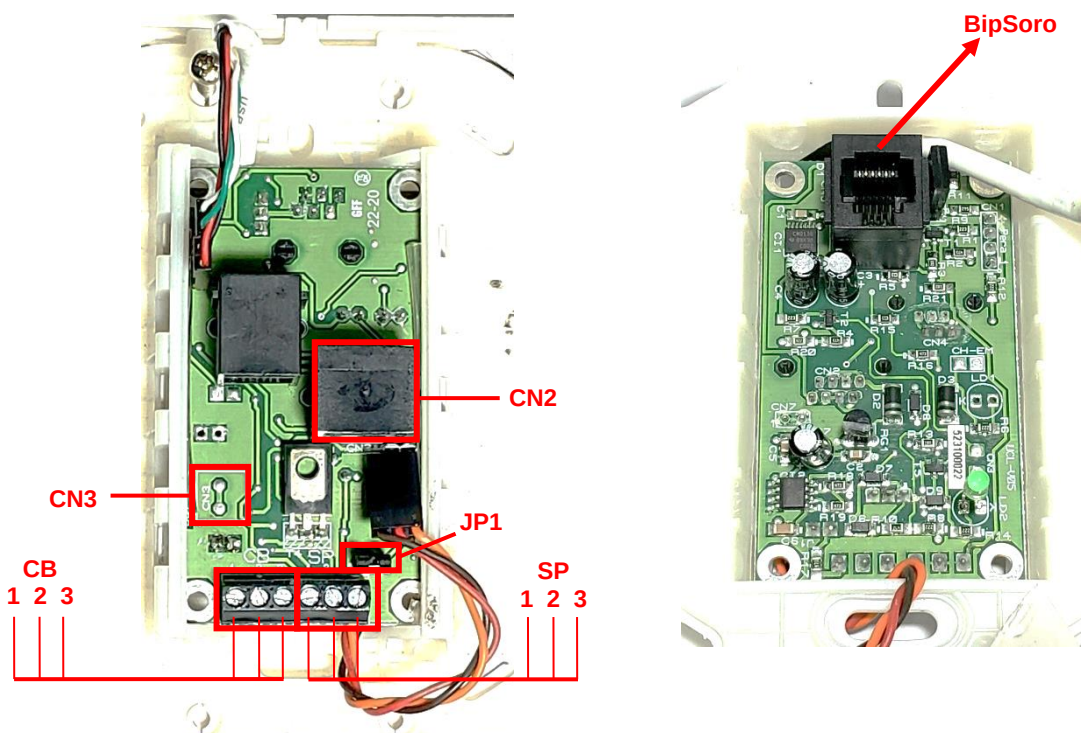
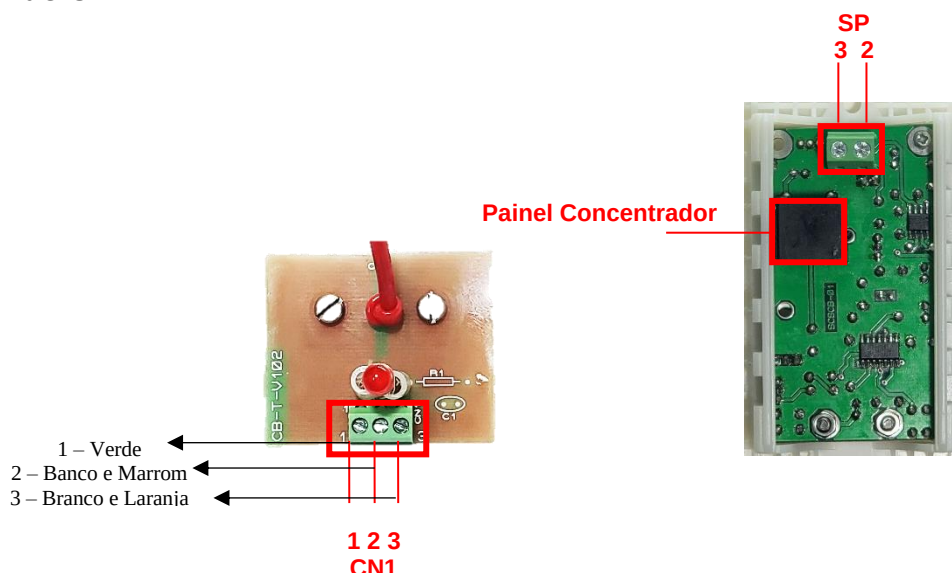

Figura 20 – Placa da Unidade de Comando já encaixada na moldura (UC); vista anterior à esquerda e posterior à direita.
Figura 21 – Placa da Chamada de Banheiro em Detalhe: à esquerda a placa padrão; à direita, opcional.
A **Figura 20** abaixo corresponde à vista das faces anterior e posterior da placa de circuito da UC. Os passos seguintes o guiarão no processo de instalação da UC em cada um dos leitos.
- a. Na face posterior da placa da UC (veja a **Figura 20**), localize o receptáculo RJ-45 rotulado com "**CN2**". Em seguida, na caixa de passagem onde será instalada a UC, identifique o cabo de pares trançados que vem do **painel concentrador**. Na
- b. **Execute este passo apenas se você optou por uma chamada de banheiro padrão.** Na face posterior da placa da UC (veja a **Figura 9**), localize o borne de conexão rotulado com "**CB**". Em seguida, na caixa de passagem onde será instalada a UC, identifique o cabo de pares trançados que vem do banheiro. Use uma chave de fenda 1/8"x3" para conectar os cabos correspondentes de acordo com os números indicados em ambos os bornes (1, 2 e 3), conforme a **Figura 21** abaixo. Não esqueça de anotar a correlação entre as cores das vias usadas e o número do pino ao qual estão conectadas.
- c. Na face posterior da placa da UC (veja a **Figura 20**), localize o borne de conexão rotulado com "**SP**". Em seguida, na caixa de passagem onde será instalada a UC, identifique o cabo de pares trançados que vem do **senalizador de porta (SP)**. Use uma chave de fenda 1/8"x3" para conectar os cabos correspondentes de acordo com os números indicados em ambos os bornes (1, 2 e 3), conforme a **Figura 21** abaixo. Não esqueça de anotar a correlação entre as cores das vias usadas e o número do pino ao qual estão conectadas.
- d. Certifique-se quanto à existência de um jumper de programação ligando mutuamente os dois pinos de **JP1**. Veja a **Figura 20** acima. *Apenas quando os dois pinos deste jumper estiverem em curto-circuito, o sinalizador de porta estará habilitado e funcionará normalmente num apartamento com uma única UC.*
- e. **Execute este passo apenas se o seu Sistema de Chamada for equipado com viva-voz.** Localize o receptáculo RJ-12 rotulado com "**CN4**" que fica na face posterior da placa da UC. Veja a **Figura 20**. Use o cabo de 6 vias (fornecido com a função opcional de viva-voz) para conectar a placa da UC à placa de voz do leito. *Observe que a placa de voz será instalada numa caixa de passagem 4x4" localizada ao lado da caixa onde será instalada a UC. Observe também que o cabo de 6 vias vai de uma caixa à outra passando pelo eletroduto que as une.*
- a. O sinalizador de porta deve ser conectado à UC do leito mais próximo da porta. Na caixa de passagem onde será instalada a placa da UC mais próxima à porta, identifique, o cabo de pares trançados que vem do **SP**. Identifique também o borne rotulado com "**SP**" localizado na placa desta UC. Escolha três vias do cabo vindo do SP e use uma chave de fenda 1/8"x3" para conectar uma das vias ao pino 1, outra ao pino 2, e outra ao pino 3 deste borne. Na outra extremidade deste cabo (que estará na caixa de passagem onde será instalado o SP), selecione as mesmas três vias para ligar ao borne rotulado com "**CN1**" da placa de circuito do **SP**. Observe que o **pino 1** do borne **SP** (na UC) deve ser ligado ao **pino 1** do borne **CN1** (no SP). Semelhantemente, o **pino 2** do **SP** deve ser ligado ao **pino 2** do **CN1** e o **pino 3** do **SP** deve ser ligado ao **pino 3** do **CN1**. Feito isto, ligue também, em paralelo, o **pino 1** do borne **SP** de cada uma das outras UC's (da mesma enfermaria) ao **pino 1** do borne **SP** da UC próxima à porta. Ligue ainda, em paralelo, o **pino 2** do borne **SP** de cada uma das outras UC's (da mesma enfermaria) ao **pino 2** do borne **SP** da UC próxima à porta. Veja as **Figuras 9 e 23** acima. Feito isso, remova o jumper de programação **JP1** (veja a **Figura 20**) de todas as UC exceto aquela à qual encontra-se ligado o SP. Noutras palavras, num ambiente com mais de um leito, o jumper **JP1** deve ser instalado apenas na UC diretamente conectada ao **SP**.